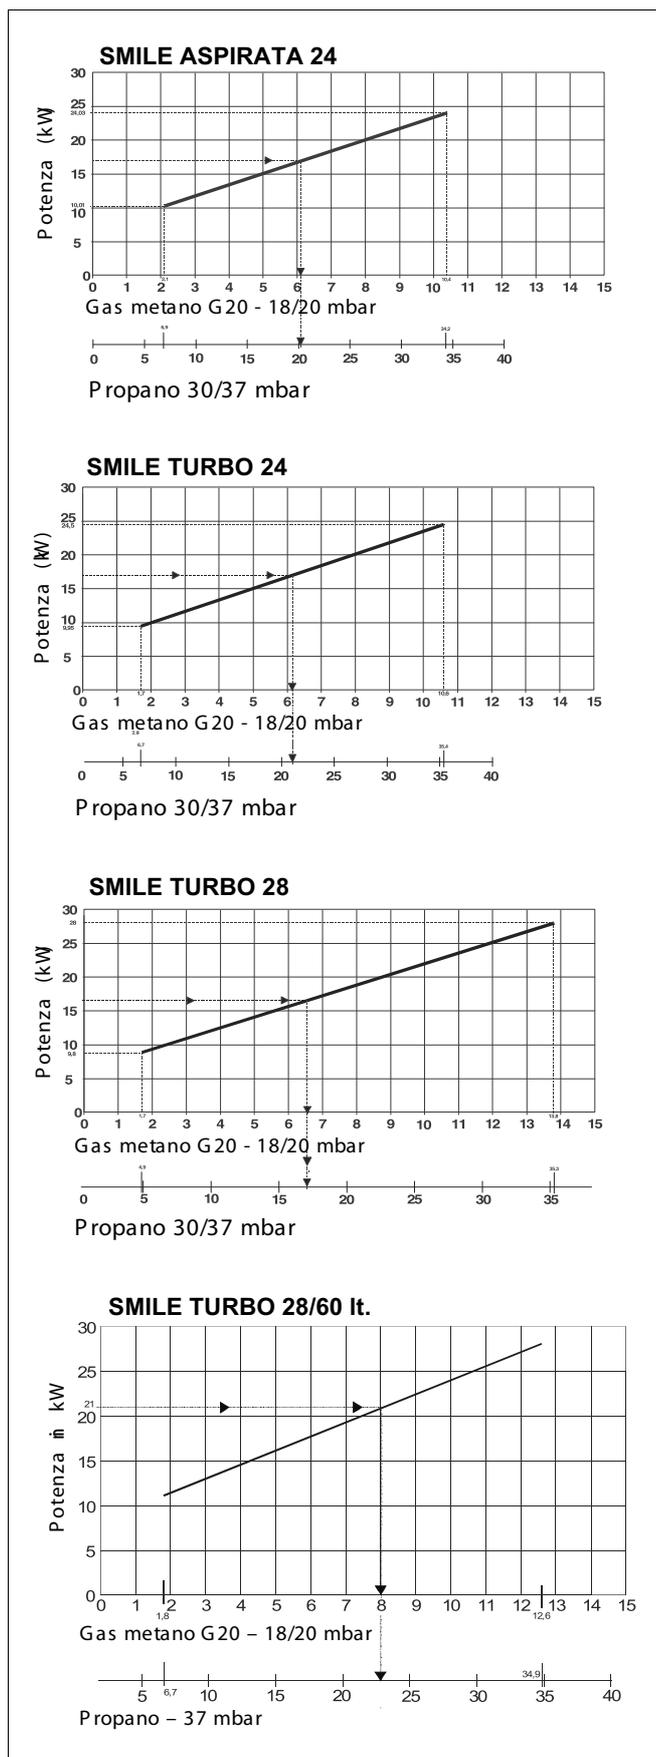

Fig. 62 Pressione al bruciatore in base alla potenza di caldaia.
- Rilevare la pressione e verificare in base al diagramma (fig. 62), che la potenza della caldaia corrisponda al fabbisogno termico necessario.